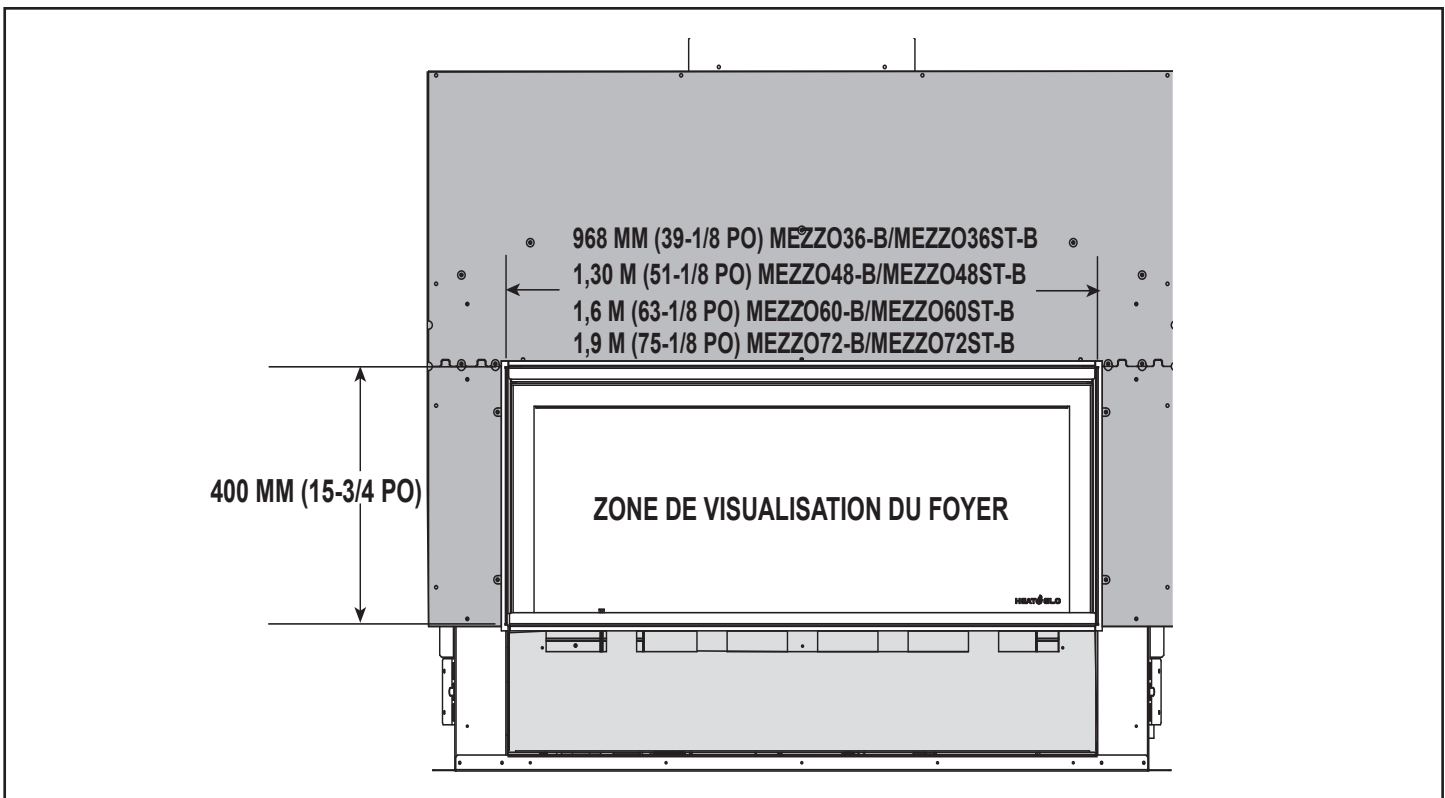

Figure 10.4 Dimensions minimales de l'ouverture finie – Méthode pour la façade Clean Face Trim
2. Le matériau de finition incombustible, de 0 à 25 mm (0 à 1 po) d'épaisseur, doit être installé jusqu'à l'ouverture du foyer, sur tous les côtés, y compris le panneau d'accès inférieur, couvrant les huit orifices rectangulaires. Reportez-vous à la figure 10.4 pour les dimensions minimales de l'ouverture finie.
2. Le matériau de finition incombustible, de 25 à 102 mm (1 à 4 po) d'épaisseur, doit être installé jusqu'à l'ouverture du foyer, des quatre côtés, y compris le panneau d'accès inférieur, couvrant les huit orifices rectangulaires. Référez-vous à la Figure 10.4.